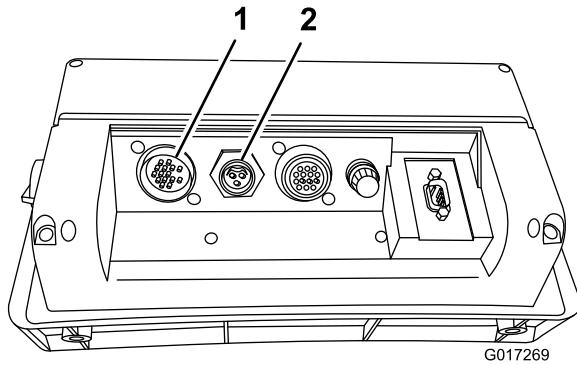

Figura 3
- Ligue os cabos nas entradas correspondentes na parte traseira do computador da consola (Figura 3) e prenda os cabos rodando os anéis de bloqueio.